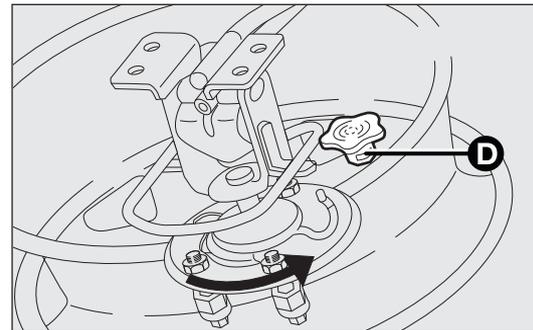

Abb. 175
- Das Rad an der Halterung einhaken und bis zum Langlochende drehen (siehe Abb. 175) und dann den Griff D anziehen;